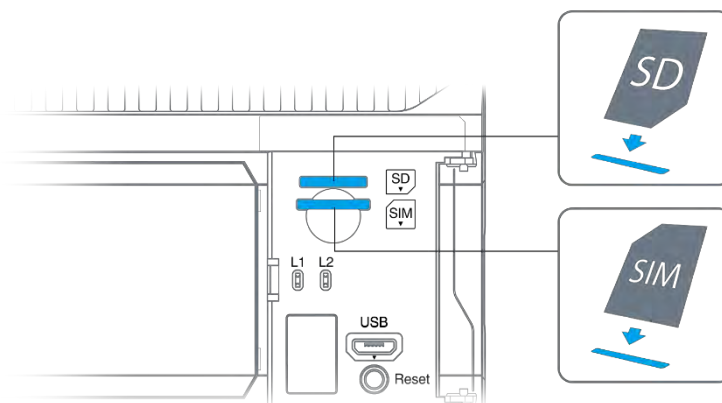

Рис. 57 – Установка и извлечение SD и SIM
- Сориентируйте карту как показано на Рис. 57;